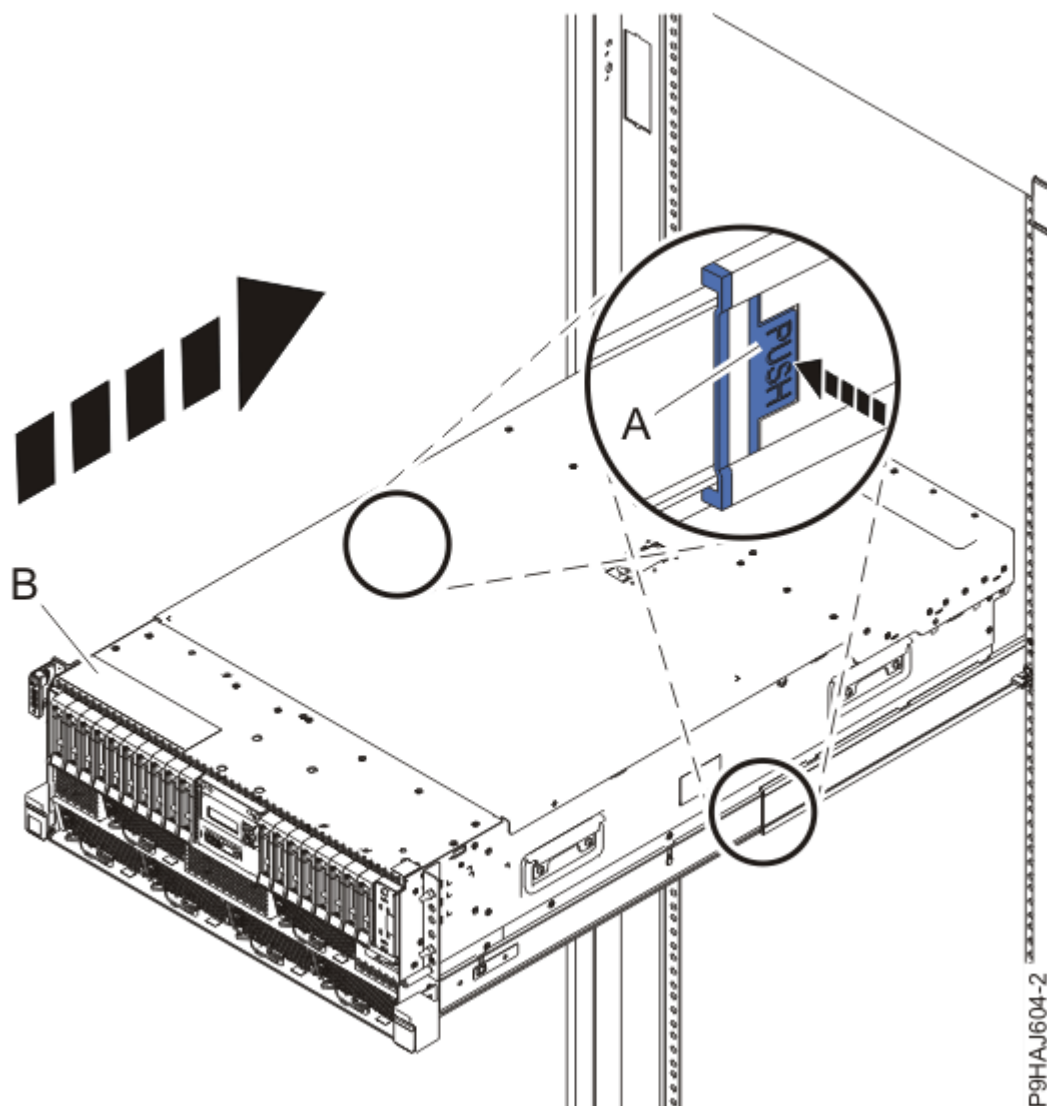

図 22. システムの操作位置への設置
3. ラック・マウント型システムの場合、青色のレール安全ラッチ **(A)** を、26 ページの図 22 に示されているように内側に押してアンロックします。